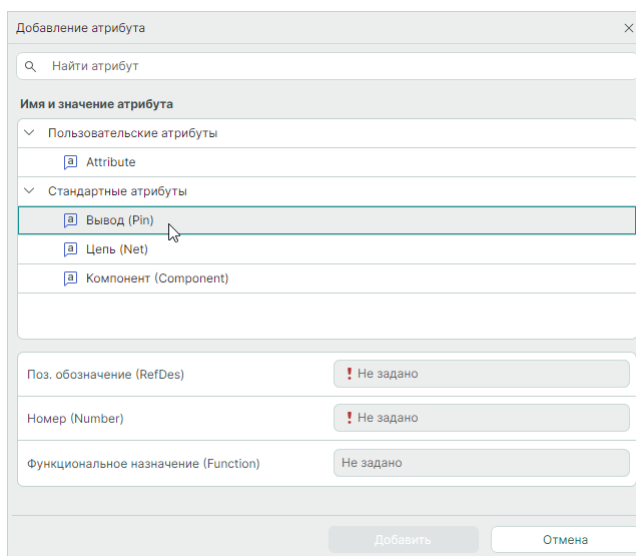

Рис. 327 Выбор шаблона атрибута
1. Выберите шаблон нажатием левой кнопки мыши, см. Рис. 327.